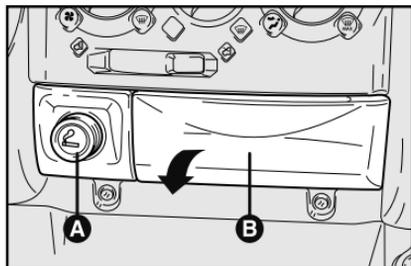

fig. 62
**1** - presione el pulsador **A**-fig. 62 para activar el encendedor; 15 segundos después, el pulsador volverá automáticamente a la posición inicial y el encendedor está listo para su uso.